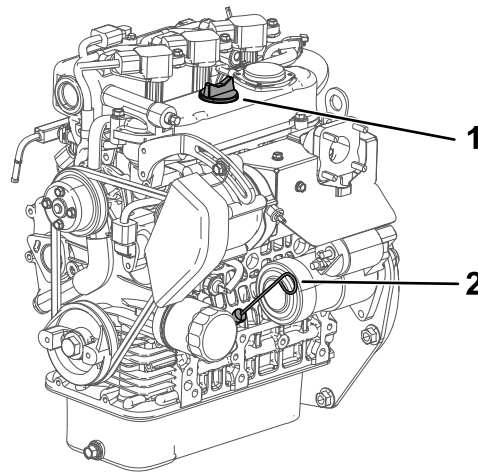

Figura 15
- Retire la varilla (Figura 15) y límpiela con un paño limpio.
- Introduzca la varilla en el tubo asegurándose de que entre a fondo (Figura 15).
- Retire la varilla y compruebe el nivel de aceite (Figura 15).
- Si el nivel de aceite es bajo, retire el tapón de llenado (Figura 15) y añada suficiente aceite para elevar el nivel a la marca Lleno de la varilla.
6. Coloque la varilla firmemente (Figura 15).